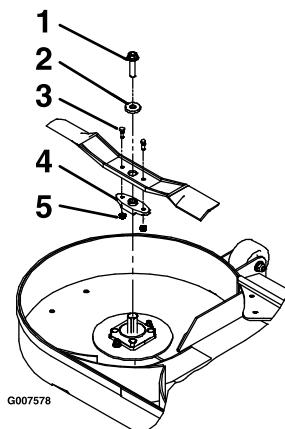

Figura 65
3. Retire la cuchilla, la arandela y el perno que sujetan la cuchilla y el impulsor de la cuchilla (Figura 65).
4. Retire el impulsor de la cuchilla de la cuchilla existente (Figura 65).
1. Instale el impulsor de la cuchilla en las cuchillas nuevas con los pernos de cizallamiento y las contratuerca (Figura 65).
3. Instale la cuchilla, la arandela y el perno de la cuchilla en el eje (Figura 65).